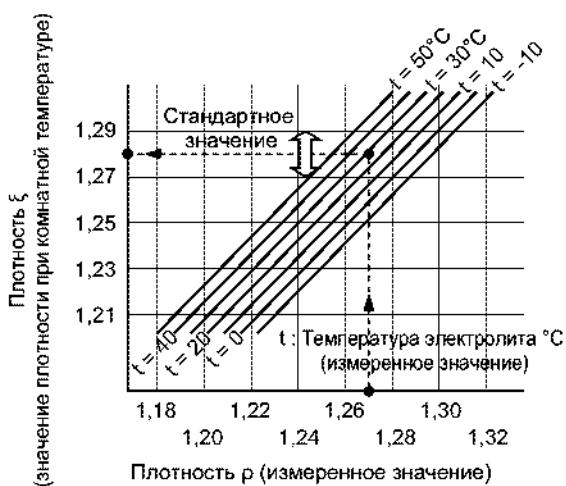

Рис. 21
- Измерьте плотность (ρ) в каждой банке аккумулятора и вычислите среднюю плотность (ψ) и разность плотности ($\Delta\psi$). Так как плотность зависит от температуры электролита (t °C), вычислите значения средней плотности и разность плотности при комнатной температуре. Вычислите плотность при комнатной температуре (ξ) с помощью Рис. 21, основываясь на измерениях плотности (ρ) и температуре электролита (t °C).